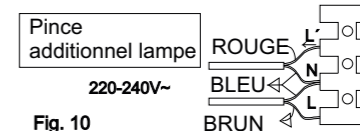

Fig. 10
3.5.1 Consultez le schéma de connexions avant d'effectuer les raccordements électriques. Une erreur de raccordement peut détruire l'appareil (fig 10).